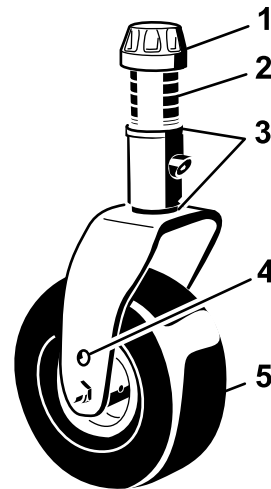
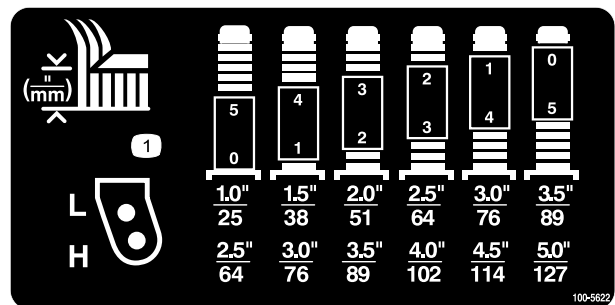
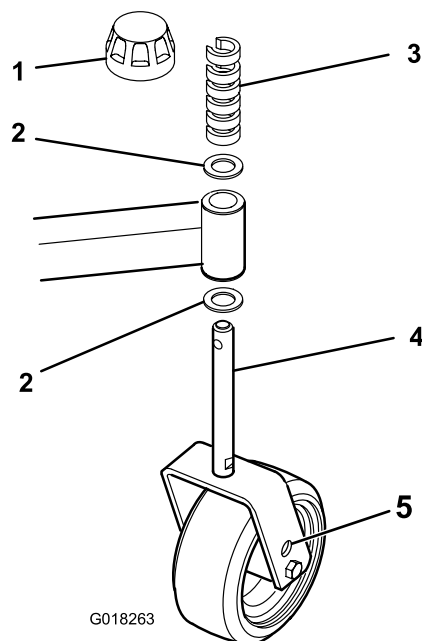

Bild 8
Bild 9
Bild 10
2. Stecken Sie die Laufradachsen in allen Laufradgabeln in die gleichen Löcher. Ermitteln Sie die richtigen Löcher für die Einstellung mit Bild 8, Bild 9 und Bild 10.
1. Entfernen Sie die Spannkappe von der Spindelwelle (Bild 8) und ziehen die Spindel aus dem Laufradarm heraus.
Ermitteln Sie die Kombination der Distanzstücke für die Einstellung mit Bild 9.
1. Nehmen Sie die Spannkappe von der Spindelwelle ab (Bild 10).